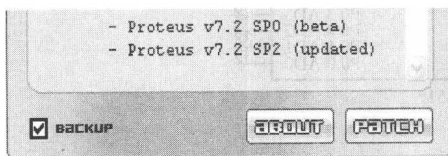
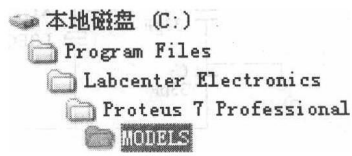

图 2-2 Proteus 7.2 授权安装
图 2-3 Proteus 7.2 单片机模型文件
(3) 把 72sp2patch 文件夹下的 proteus.7.x.professional-patch.exe 拷贝到安装目录的 BIN 文件夹里，再双击运行，出现图 2-2 所示的对话框时，单击 PATCH 按钮，然后弹出 AVR.DLL 对话框选择是(Y)按钮，接着查找安装路径下的 MODELS 文件夹（如图 2-3 所示），打开该文件夹下的 AVR.DLL 文件，最后出现*PATCHING DONE* 时，关闭即可顺利完成授权安装。